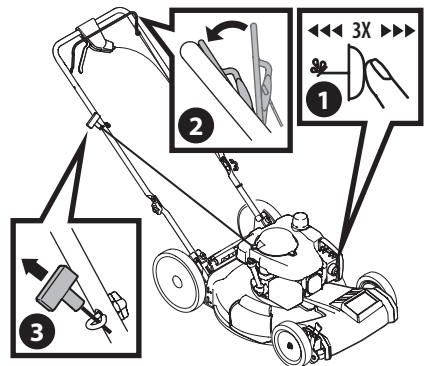

Figura 5
1. Presione el cebador 3 veces. Espere aproximadamente dos segundos entre cada presión (Figura 5). En temperaturas inferiores a 50°F, debe cebarse 5 veces. Una vez que el motor se caliente, podría necesitarse un solo cebado para todas las temperaturas.
3. Tire de la manija del arrancador de retroceso ligeramente hasta sentir resistencia, luego tire rápidamente para vencer la compresión y evitar el rebote, y encienda el motor (Figura 5). Repita la operación si fuera necesario.